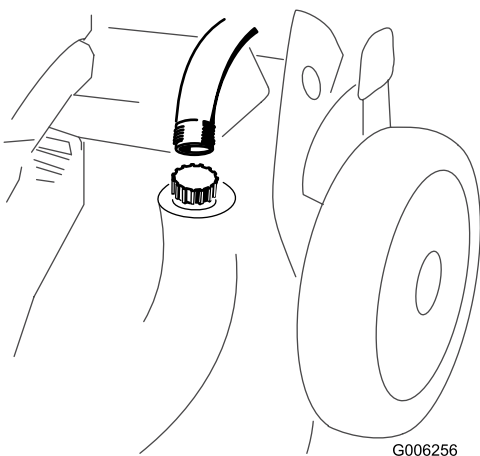

Figure 40
3. Branchez un tuyau d'arrosage relié à l'alimentation en eau au raccord de lavage du carter du tablier de coupe (Figure 40).